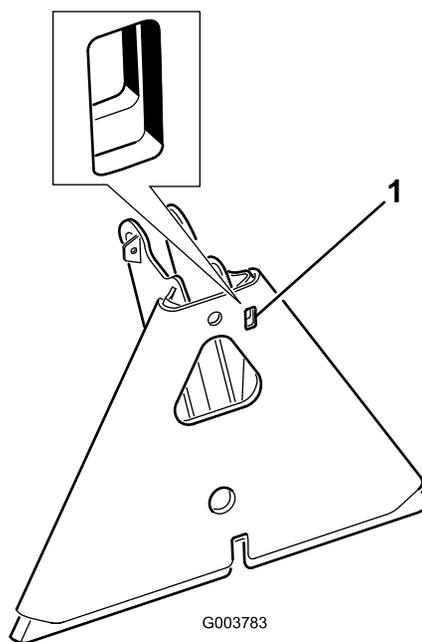

Figura 20
**Nota:** Se l'adattatore dell'attrezzo dovesse bloccarsi sull'adattatore del trattore, inserire una barra o un cacciavite nell'apposita fessura per sbloccare le parti (Figura 20).